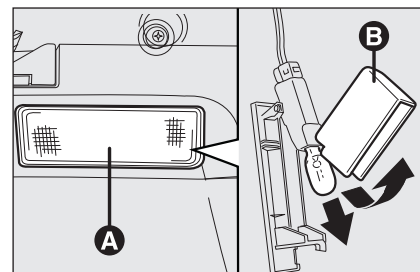

fig. 45
- ☐ maak de lichtunit **A**-fig. 45 op het door de pijl aangegeven punt los;